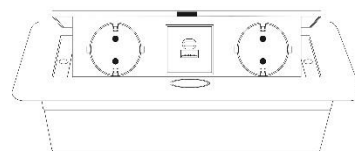

Рис. 4
- Блоки розеток AM-G2EU-2U-RJ45-XX (рис. 4) имеют 2 электрические розетки с заземлением, USB Type-A+A и RJ45